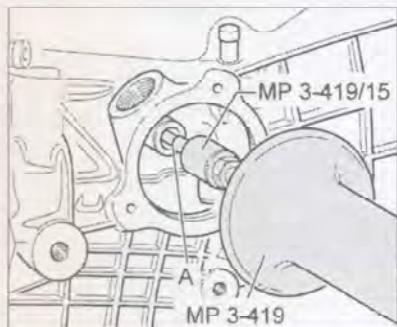

Рис. 7.248. Извлечение подшипника вала переключения передач.
2. Извлеките подшипник вала переключения передач с помощью съемника Kukko 21/2 (A) (рис. 7.248).